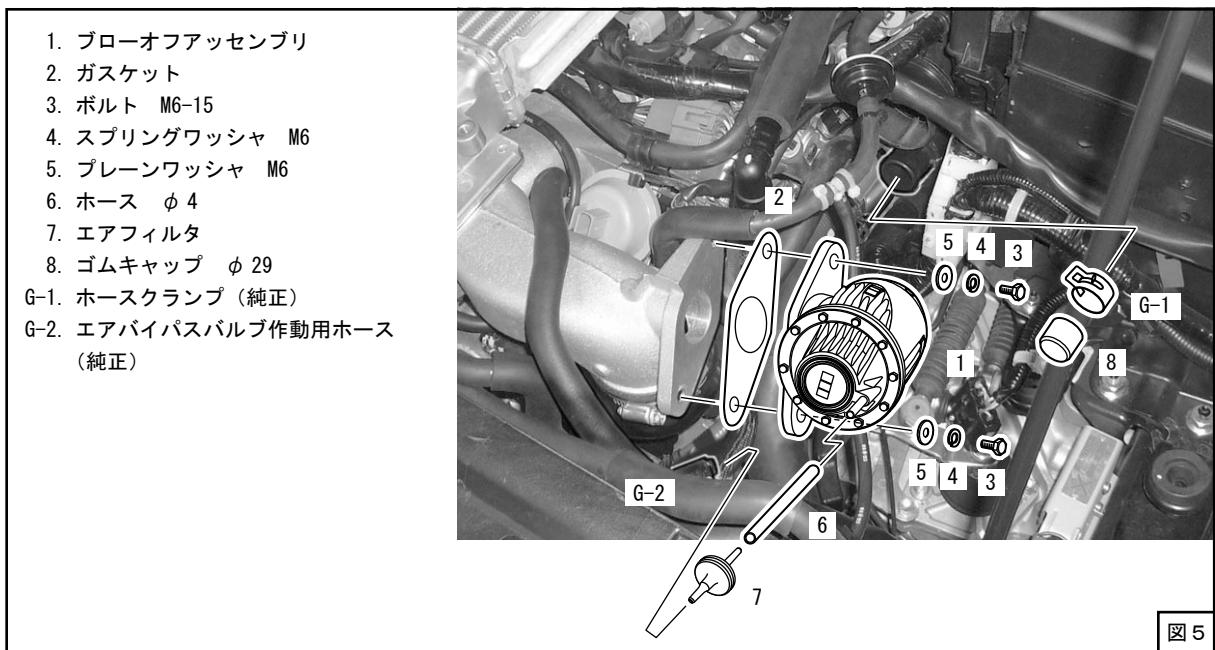
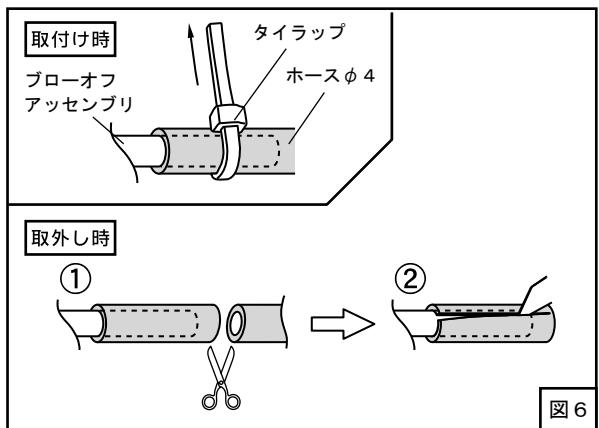
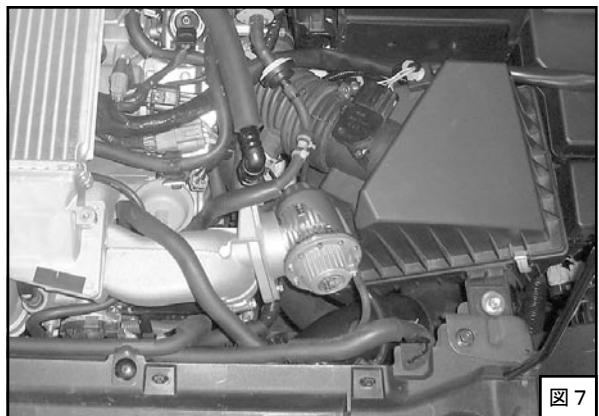

図5
図6
図7
- (1) エアバイパスリターンホースを外したニップルにゴムキャップ ϕ 29 を純正ホースクランプを使用して取付けてください。(図5)
- (2) ブローオフアッセンブリを取付けてください。(図5、図7)
ホース ϕ 4は適当な長さに（ある程度余裕を持たせて）切って使用してください。(図5)
(図5、図6)
ブローオフアッセンブリを取り外す時など、ホースφ4をブローオフアッセンブリから抜く際は、タイラップを外した後、一度ホースφ4を切断し切り込みを入れてから取外してください。(図6)
- (5) ブローオフアッセンブリがボディなどと干渉しないように位置を決め、ボルトを本締めしてください。(図7)
(6) サクションホース、プローバイホースを元のように取付けてください。(図7)
(7) エアクリーナケースアッパを元のように取付けてください。(図7)
(8) エアフロメータセンサにコネクタを接続してください。